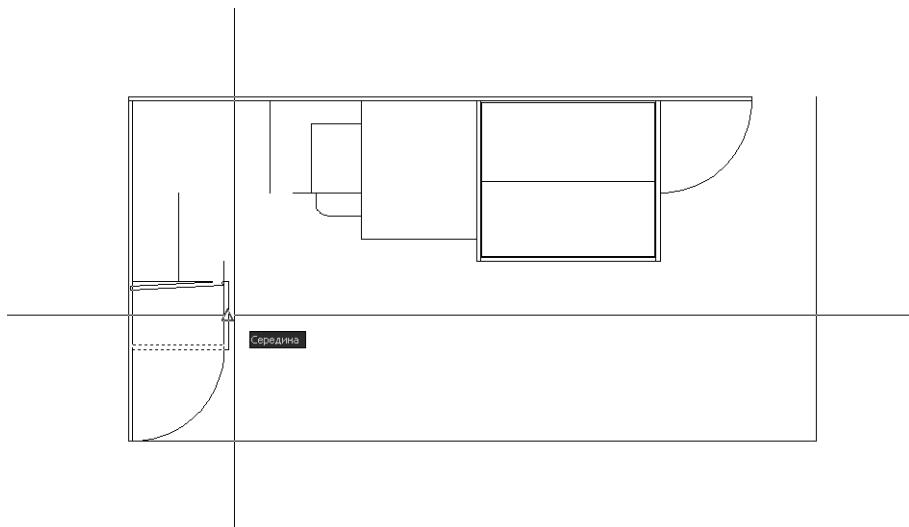

Рис. 4.52 ▼ Отображение боковой стенки относительно оси, проходящей через середины вертикальных отрезков фасада
6. Вновь включите режим привязки **Середина** (Midpoint) и выберите середину второго вертикального отрезка контура фасада малой тумбы (рис. 4.52).